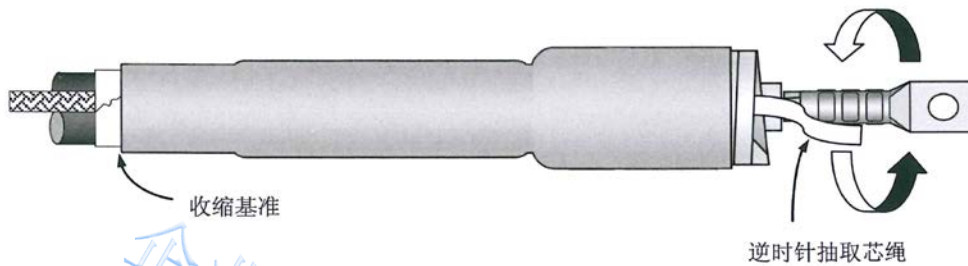

图 16 制作示例图
- 1) 如图 16 所示，套入冷缩式终端，定位于 PVC 带 (1500#胶带) 的收缩基准处，逆时针抽取芯绳，使其收缩到位。